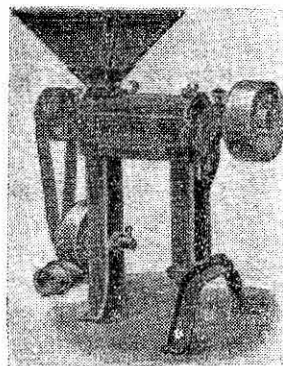

Figura 196.— Trilladora.
**Trilladoras de fuerza mecánica.**— Las modernas trilladoras de café consisten en un cilindro de superficie desigual, dentada, espiralado o con salientes rectos, el cual gira dentro de otro cilindro también acanalado o revestido de malla (figura 196). El espacio que separa los dos cilindros es pequeño, graduable en algunos modelos para que el café, por efecto del frotamiento de unos granos con otros y con las paredes, se despoje del pergamino.